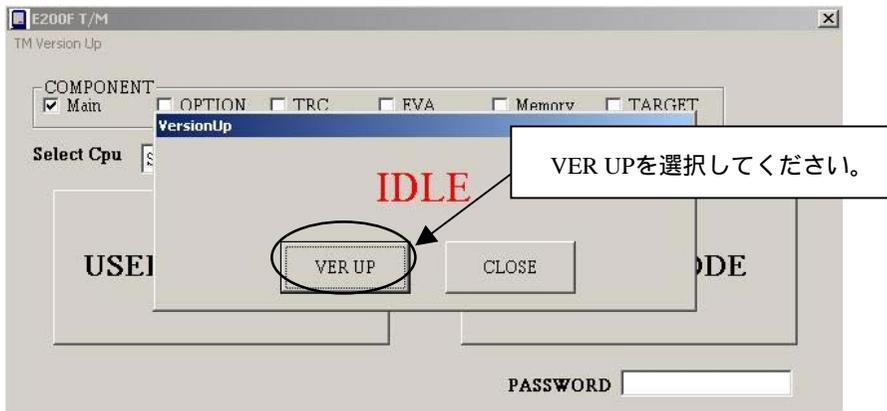
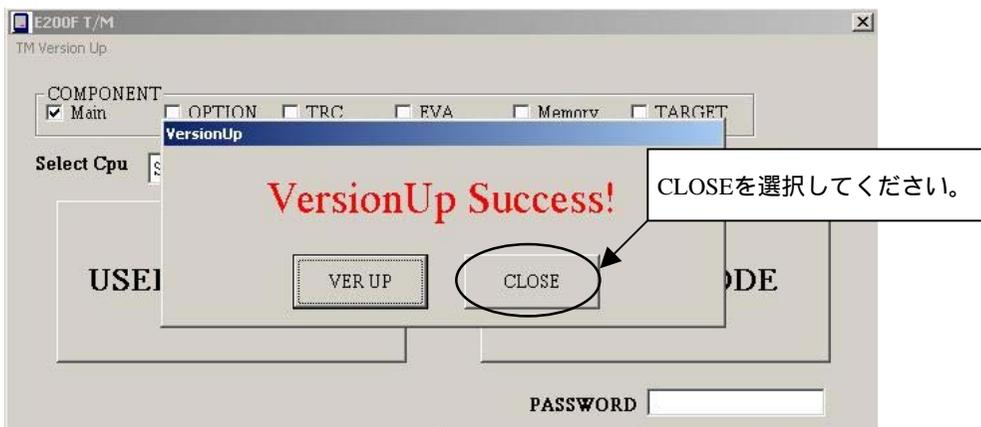

図 3.12 TM Version Up 選択後の画面
図 3.13 Version Up 完了時の画面
- (6) TM Version Upが開始され図3.12の画面になります。
- (7) [VER UP]を選択しクリックしてください。
- (8) VersionUpが実行され完了すると図3.13の画面になります。